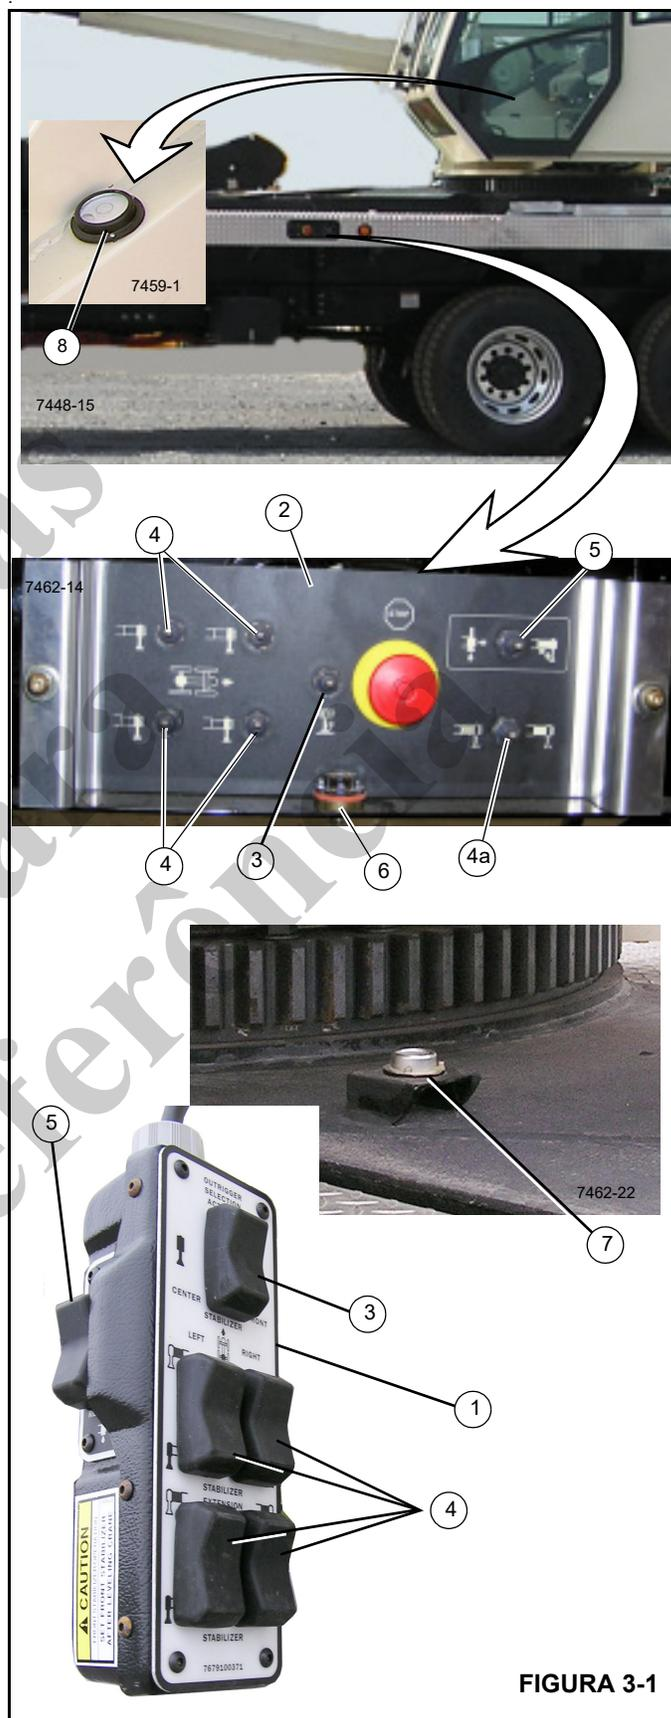

FIGURA 3-1
O estabilizador possui duas unidades de controle, um controlador portátil (1, Figura 3-1) localizado na cabine e uma caixa de controle da estação de solo (2, Figura 3-1) localizada na estrutura do transportador. Cada controlador contém as chaves de controle para estender e retrair as vigas dos estabilizadores, para elevar e abaixar os cilindros dos estabilizadores com macaco e para elevar e abaixar o estabilizador frontal único. O controlador portátil da cabine pode ser opcional para alguns modelos da série NBT40.
O indicador de nível primário (7, Figura 3-1) está localizado atrás do rolamento da torre. Os indicadores de nível secundários estão localizados nas caixas de controle dos estabilizadores (6, Figura 3-1).
As caixas de controle dos estabilizadores (2) estão localizadas na lateral do guindaste (Figura 3-1) e contêm os controles dos estabilizadores.
O controle portátil dos estabilizadores (1, Figura 3-1) encontra-se na cabine do guindaste.
A chave de extensão/retração (5, Figura 3-1) é usada em conjunto com as chaves seletoras dos estabilizadores para controlar as funções dos estabilizadores.
As chaves seletoras dos estabilizadores (4, Figura 3-1) são usadas para selecionar o componente do estabilizador. Para estender ou retrainir um componente de um estabilizador, primeiro selecione o componente com a chave seletora do estabilizador e, em seguida, selecione estender ou retrainir com a chave de extensão/retração.
A chave seletora da viga do estabilizador da estação de solo (4a, Figura 3-1) é usada para operar a viga do estabilizador dianteiro ou traseiro no mesmo lado do guindaste em que a estação de solo se encontra.
A chave do estabilizador dianteiro único (3, Figura 3-1) é usada para abaixar e elevar o estabilizador dianteiro único. Para operar o estabilizador dianteiro único, pressione sua chave e, em seguida, a chave de extensão/retração.